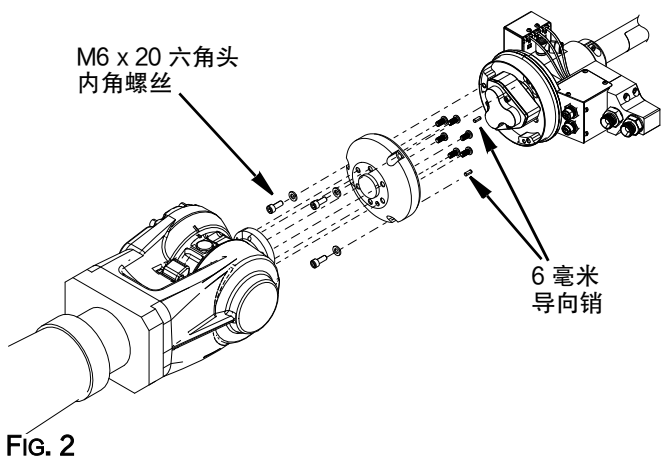

FIG. 2
2. 然后，用三个 M6x20 内六角螺丝将安装法兰连接到 Switch 3D 喷枪的主体上。用 98.2 英寸-磅（11.1 牛·米）的扭力拧紧。确保随套件提供的 6 毫米导向销插入正确的位置非常重要。参见 FIG. 2。